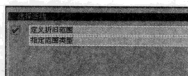

图 10-53 选择“定义折旧范围”选项
STEP 1 在命令栏输入 SPRO 命令, 通过菜单选择“财务会计→资产会计→评估→折旧范围→定义折旧范围”选项, 或者直接在命令栏中输入“OADB”命令, 在弹出的“选择活动”对话框中选择“定义折旧范围”选项, 如图 10-53 所示。